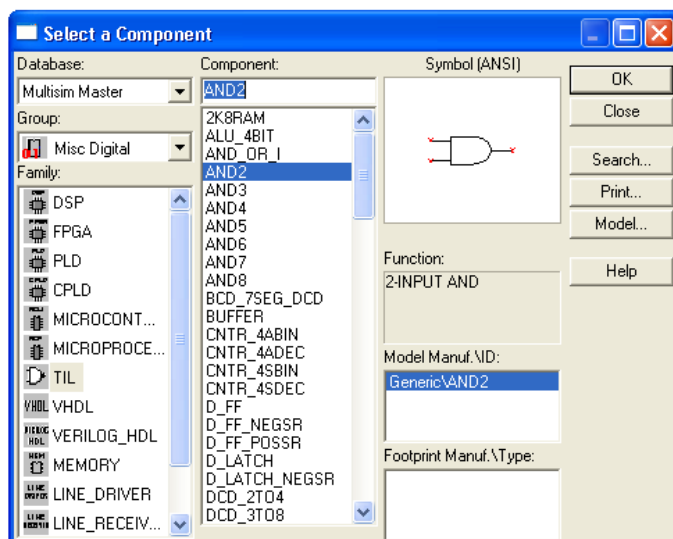

Рис.14. Окно выбора компонентов *Select a Component*
1. Нажать кнопку *Miscellaneous Digital* . Откроется окно выбора компонентов *Select a Component* с соответствующими компонентами (рис. 14).